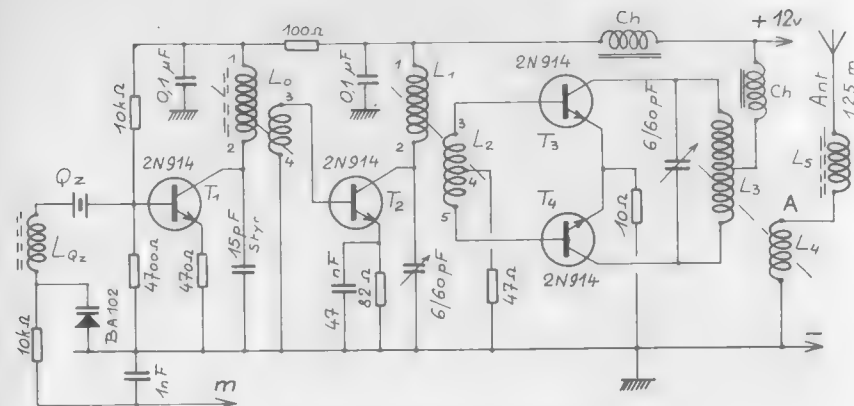
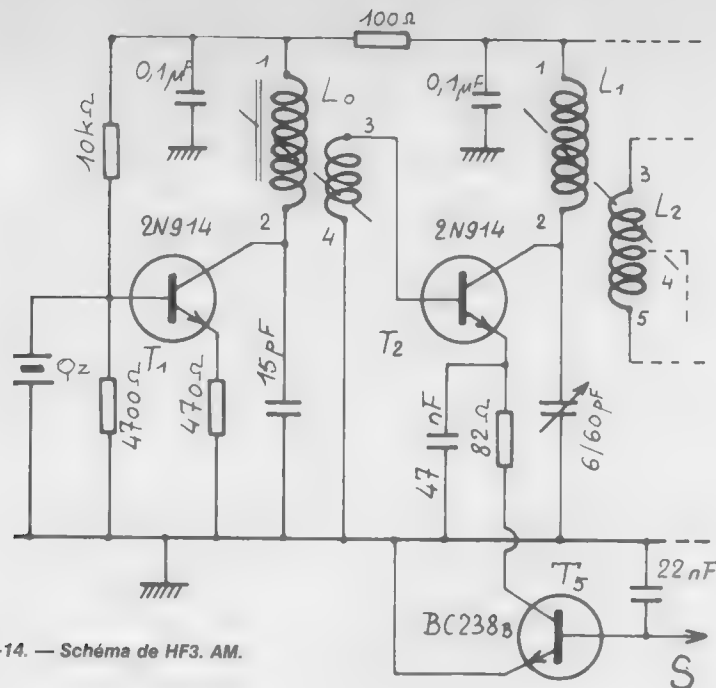

Fig. IV-13. — Schéma de HF3. FM.
Fig. IV-14. — Schéma de HF3. AM.
2. Le schéma (Fig. IV-13)
Remarquons immédiatement la différence existant entre les versions AM (fig. IV-14) et FM (fig. IV-13). Dans le premier cas, le quartz retourne à la masse directement. Le pilote oscille sur la fréquence marquée et cette fréquence est parfaitement stable. Au contraire, dans le cas de la FM, le quartz ne retourne à la masse que par l'intermédiaire d'une diode spéciale, type Varicap. Cette diode est une sorte de condensateur variable, commandé non pas mécaniquement, mais par une tension électrique. La tension est inverse, c'est-à-dire que le potentiel positif est appliqué à la cathode : plus la tension est élevée et plus la capacité de la diode est **faible**. Lorsque la tension est nulle, la diode présente une capacité **maximum**. Ainsi, avec une BA102, utilisée ici, une tension de + 8 V donne une capacité de quelque 20 à 25 pF et une tension nulle, une capacité de 50 à 60 pF.
En AM, c'est sur l'étage driver que s'appliquera la modulation. (Voir fig. IV-14.) Le retour de T_2 se faisant à travers T_5 , la HF ne sera transmise au PA, que si ce transistor est conducteur, c'est-à-dire si sa base est polarisée positivement. Le débit de T_2 étant assez faible, un simple transistor au silicium suffit pour cette fonction.